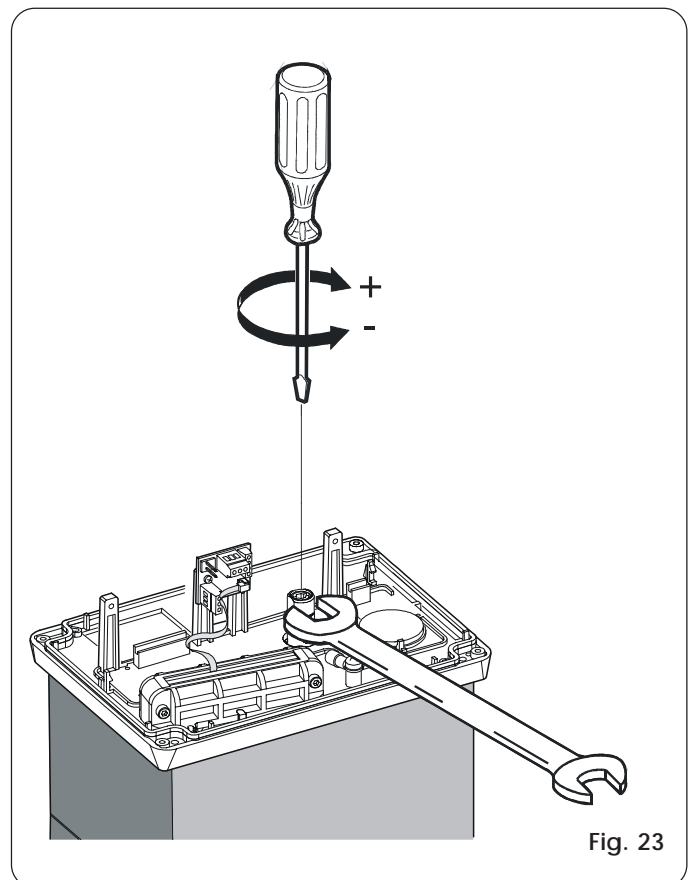

Fig. 23
- 2) Mantenere bloccato l'albero motore tramite una chiave inglese ed agire sulla vite di regolazione della frizione con chiave a brugola o cacciavite Fig. 23.